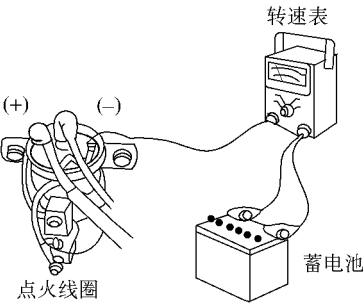

图 5-3 转速表的正极与点火线圈的负极相连接
(1) 如果发动机起动不了时, 不要使点火开关连续接通 10min 以上。
(2) 1RZ (通用型) 的检查, 当转速表连接到系统中时, 应把转速表的正极 (+) 接线柱与点火线圈的负极 (-) 接线柱相连接, 如图 5-3 所示。